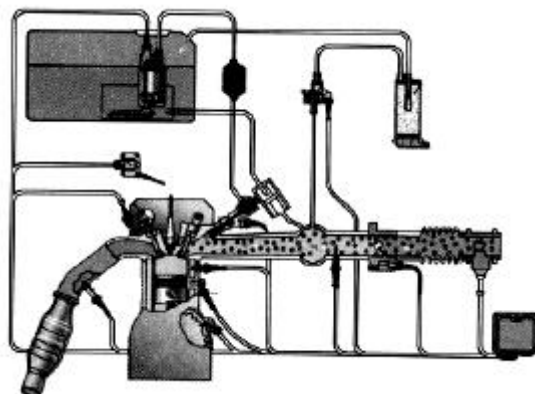

图 1-12 大众捷达 Motronic3.8.2 发动机控制系统
发动机控制系统主要由传感器_____、_____3 大部分组成。如图 1-12 所示为大
(1) 根据图 1-12 将各元件代号填入表 1-1 中。